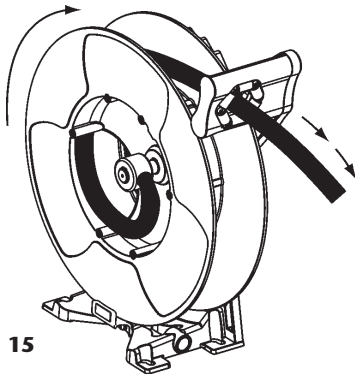

Fig. 15
1. Tirer le tuyau jusqu'au verrouillage du cliquet (fig. 15).